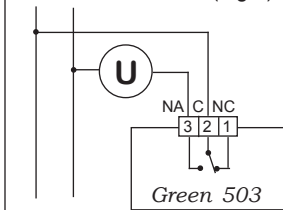

Fig.2
Collegamento con bruciatore, caldaia murale, impianto di condizionamento, valvola di zona con ritorno a molla (Fig.2):
- 2- Effettuare i collegamenti elettrici (Fig. 2 / 3)